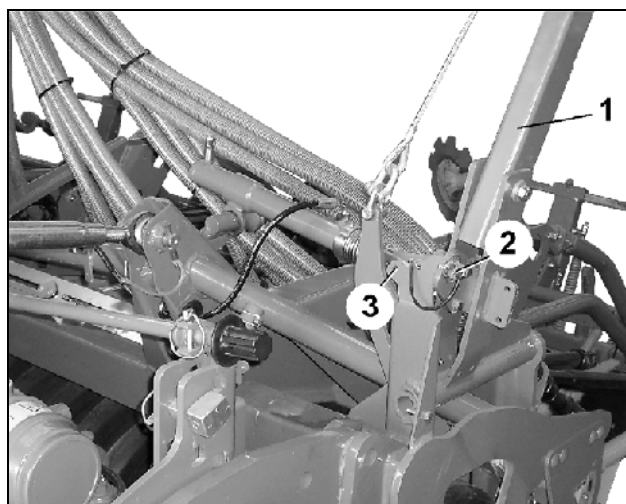

Рис. 111
- Крепко держа выносной кронштейн маркера (Рис. 111/1) извлеките фиксирующий палец с пружинной защелкой (Рис. 111/2) (требуется для транспортировки).
- Если фиксирующий палец с пружинной защелкой не нужен, установите его в крепление (Рис. 111/3).
После снятия фиксирующего пальца с пружинной защелкой (Рис. 111/2) выносной кронштейн маркера немного наклоняется в сторону.